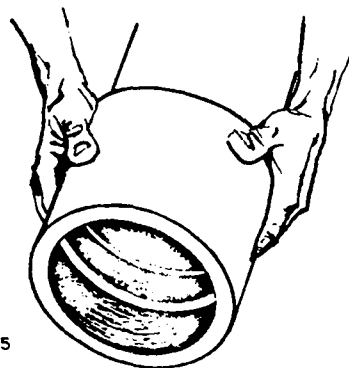

FIG. 5
5.º Passo — Encoste a luva na ponta do tubo mantendo-a alinhada (fig. 5).